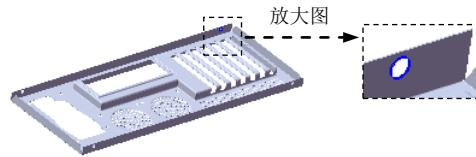

图 17.7.91 创建孔 5
Step23. 创建图 17.7.91 所示的孔 5，深度类型为成形到下一面。